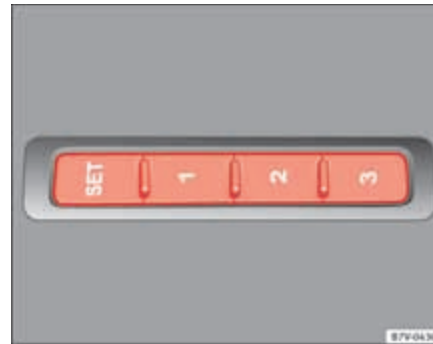

Abb. 80 Memorytasten außen am Fahrersitz.
- Taste **SET** länger als eine Sekunde drücken ⇒ Abb. 80.